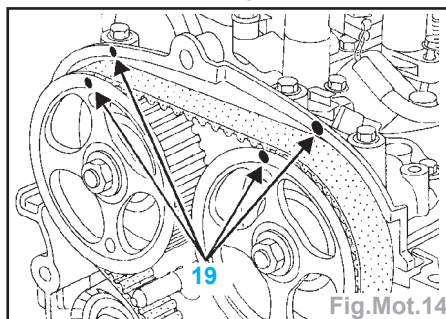

Fig.Mot.14
- Effectuer un repérage (**19**) à l'aide d'un crayon sur les poulies des arbres à cames et le carter chapeau de paliers d'arbres à cames (Fig.Mot.14).
- Caler le vilebrequin (Fig.Mot.5) à l'aide des repères tracés précédemment sur les poulies des arbres à cames et le carter chapeau de paliers d'arbres à cames (Fig.Mot.14).
- Effectuer un repérage (**19**) à l'aide d'un crayon sur les poulies d'arbres à cames et le carter chapeau de paliers d'arbres à cames (Fig.Mot.14).